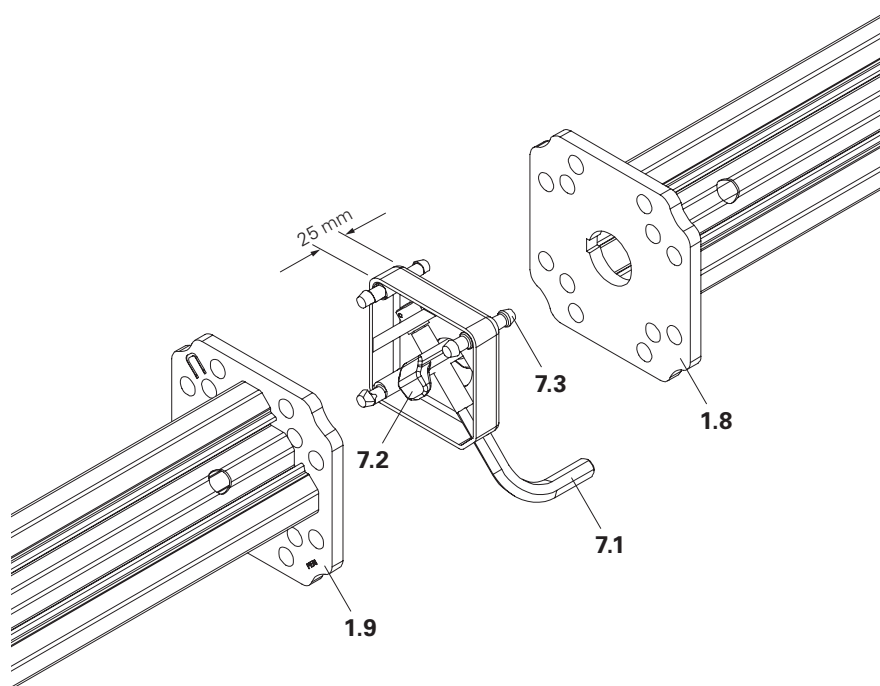

Fig. A2.01
2. Infilare il secondo MULTIPROP MP (1) sulle spine di centraggio del connettore-2 MP MV (7).
- Fissare la ganaschia (7.2) nel foro centrale del puntello. (Fig. A2.01)
- I MULTIPROP MP (1) sono collegati.